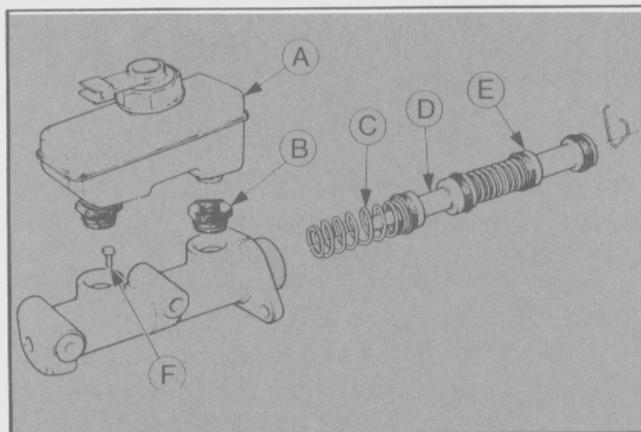

Fig. 46 - Componentes internos del cilindro maestro.
- Extraer el anillo de retención, tope del pistón primario, instalado en la base del cuerpo de la bomba (Fig. 46).